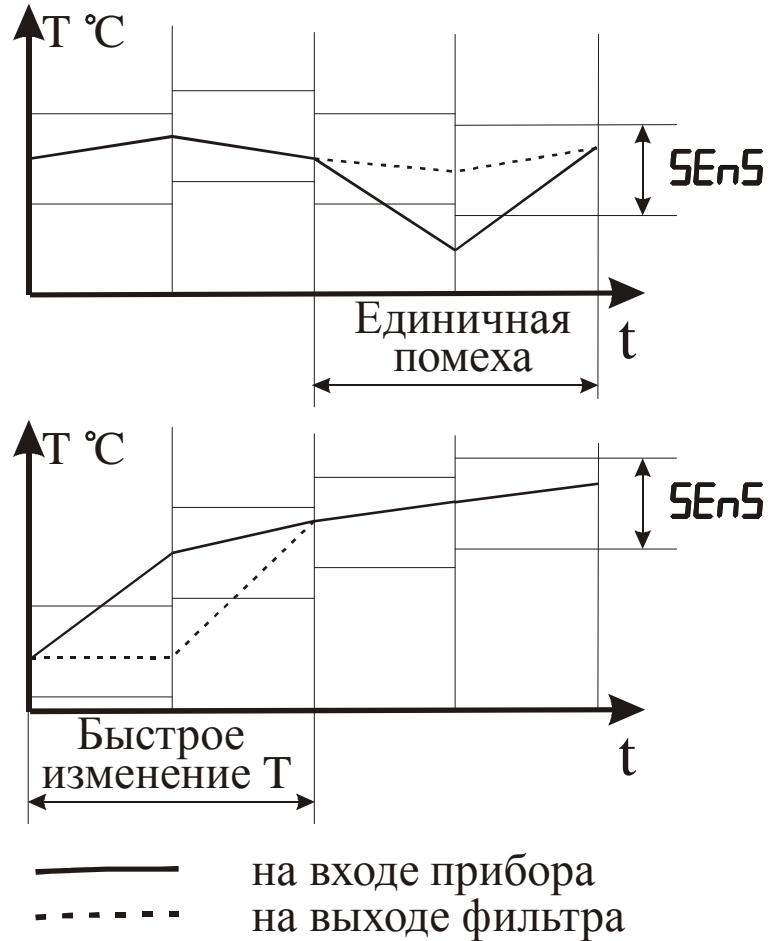

Рисунок 3.11 – Работа фильтра при воздействии случайной помехи и быстром изменении сигнала
3.3.2.7 С целью уменьшения влияния случайных импульсных помех на показания в прибор введена цифровая фильтрация. Работа фильтра описывается параметром “Полоса фильтра”. Если текущее значение температуры отличается от результатов предыдущего измерения на значение, которое превышает указанное в параметре “Полоса фильтра”, то проводится повторное измерение температуры, а на индикаторе остается старое значение (см. рисунок 3.11). О повторном измерении свидетельствует мигание светодиодного индикатора “К” зеленого свечения по соответствующему каналу.